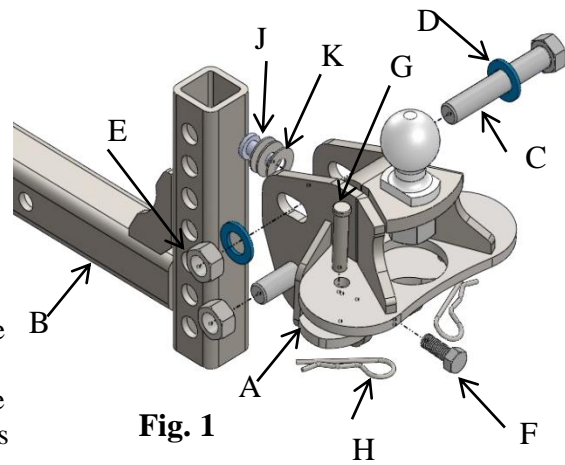

Fig. 1
- Insérer les barres de stabilisation (A) et verrouiller avec la cheville (G) et l'agrafe (H). Appliquer un lubrifiant sur les barres stabilisatrices en les insérant dans le montage de boule.
- Avec la remorque attelée par la boule et de niveau (utiliser le vérin de flèche pour mettre la remorque de niveau), l'ajustement d'angle du montage de boule doit faire en sorte que la barre stabilisatrice se situe à 3 po sous la plaque de friction pour le système 400 lb, et à 4 po sous la plaque de friction pour le système 600 lb. Voir la Fig. 5. Au besoin, ajouter ou retirer les rondelles (K) illustrées à la Fig. 1 pour obtenir la distance voulue. Chaque rondelle ajoutée déplacera les barres stabilisatrices d'environ 5/8 à 3/4 po vers le bas.
- Poser et serrer le boulon (F) illustré à la Fig. 1